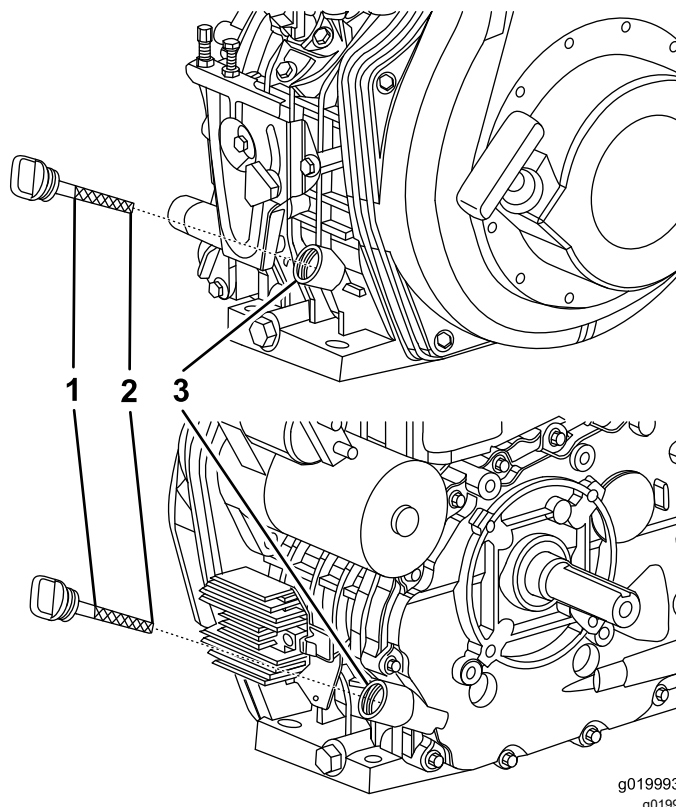

Figura 24
4. Retire la varilla de aceite y limpie el extremo (Figura 24).
5. Deslice la varilla a fondo en el orificio de llenado, sin enroscarlo (Figura 24).
7. Instale la varilla y apriétela (Figura 24).